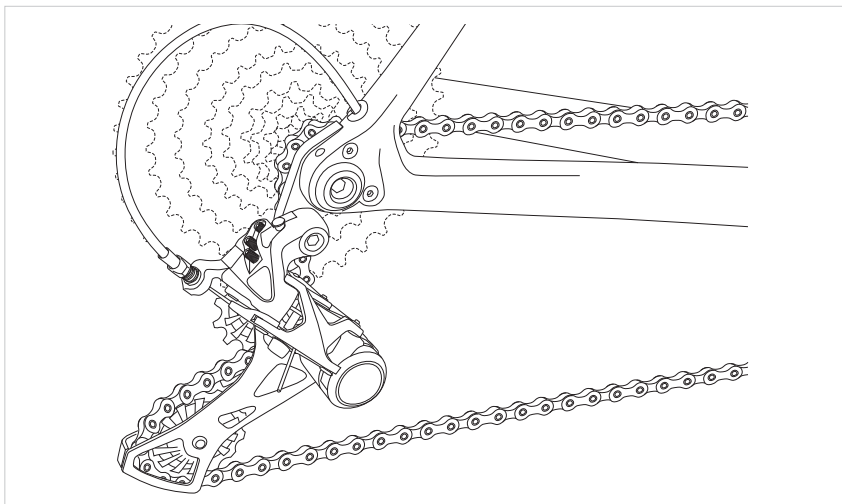

Fig.1
- Posizionate il cambio sul pignone più piccolo (Fig.1).